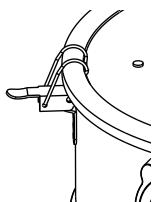

Fig. 4
- Sätt tillbaka och fäst drivenheten på behållaren med spärrhakarna (Fig. 4).